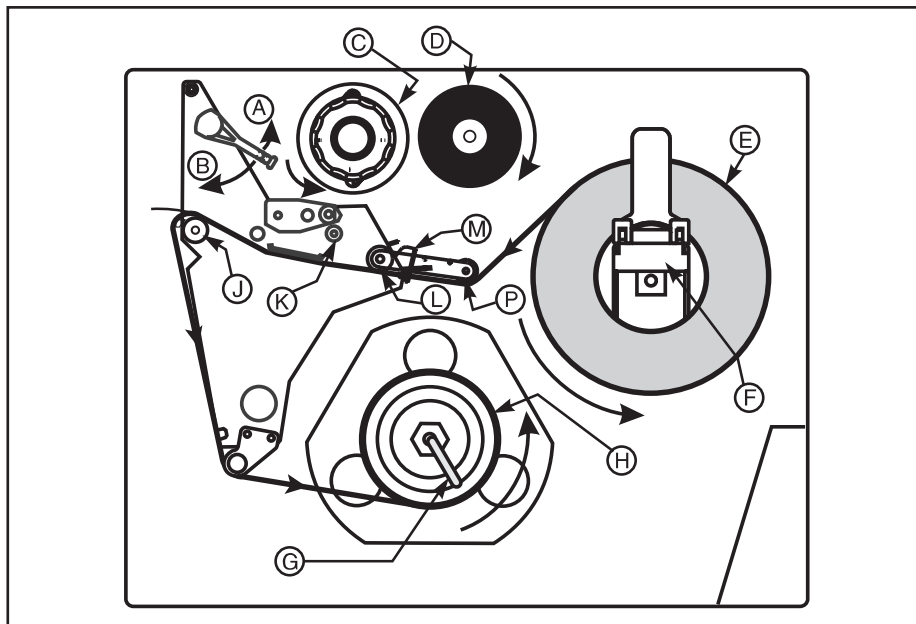

Figure 5
1. Placez le rouleau d'étiquettes (Figure 5-E) sur le porte-rouleau (Figure 5-F) ou sur l'axe prévu en option à cet effet.
2. Ouvrez la tête d'impression en plaçant le levier qui se trouve sur l'ensemble d'impression supérieur en position ouverte (Figure 5-A).
3. Desserrez la vis à oreilles de guide de support d'impression (Figure 5-M) et placez celui-ci aussi loin que possible du bâti de l'imprimante.
4. Enfilez le support d'impression sous l'arbre libre (Figure 5-P), sous le rouleau inférieur (Figure 5-L) entre le plateau supérieur de guidage de support d'impression et le guide principal de support d'impression, sous la tête d'impression et par-dessus le rouleau d'impression (Figure 5-J).
5. Réglez la position du guide de support d'impression (Figure 5-M) jusqu'à ce que le guide touche le bord extérieur du support d'impression sans provoquer la déformation de celui-ci, assurez-vous qu'il est parallèle au bord du support, puis resserrez la vis à oreilles.
6. Refermez la tête d'impression en plaçant le levier qui se trouve sur l'ensemble d'impression supérieur en position fermée (Figure 5-B).
3. Retirez le crochet (Figure 5-G) de l'axe du mandrin récupérateur (Figure 5-H). Si vous utilisez un noyau, retirez toute la bande de celui-ci et glissez-la sur l'axe de réenrouleur jusqu'à ce qu'elle affleure contre le plateau de guidage.
6. Retirez le crochet (Figure 5-G) de l'axe du mandrin récupérateur (Figure 5-H). Si vous utilisez un noyau, retirez toute la bande de celui-ci et glissez-la sur l'axe de réenrouleur jusqu'à ce qu'elle affleure contre le plateau de guidage.
7. Acheminez le papier comme indiqué sur les Figures 5 et 6 et enroulez-le 1 ou 2 fois autour (1) de l'axe de réenrouleur, opération s'accompagnant de la remise en place du crochet, ou (2) d'un noyau de 76,2 mm (3 po). (Pour certains types de support, en particulier celui de badges, il peut s'avérer nécessaire d'attacher l'extrémité du support au noyau avec du ruban adhésif car, sinon, elle ne se serrera pas sur le noyau. Ne le faites PAS pour un support d'étiquettes, sauf si c'est absolument nécessaire).
Régalez la vis à oreilles du guide de support d'impression (Figure 5-M) pour empêcher ce dernier de dériver. Veillez à ce que le guide soit parallèle au bord du support d'impression.
Lorsque vous chargez le ruban, assurez-vous que son noyau est poussé vers le haut, contre la butée qui se trouve sur l'axe du rouleau de ruban (Figure 5-D). *N'utilisez pas un ruban plus étroit que le support d'impression.*